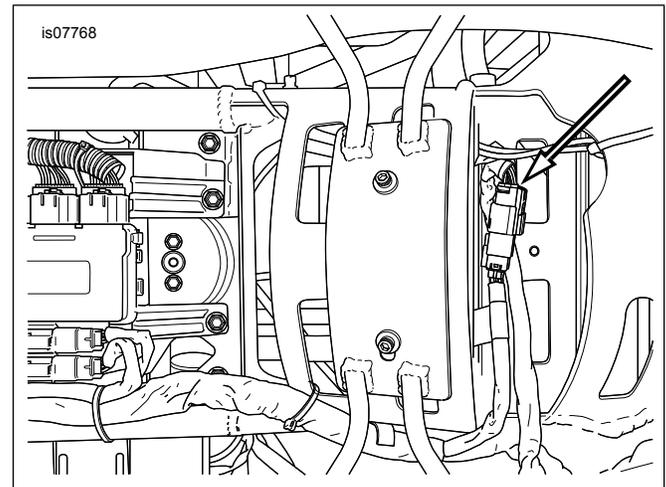

Figure 1. Connecteur d'éclairage arrière (classique)
5. Voir Figure 1. Retirer les connecteurs d'éclairage arrière et les retenues des positions Équipement d'origine (Équipement d'origine).